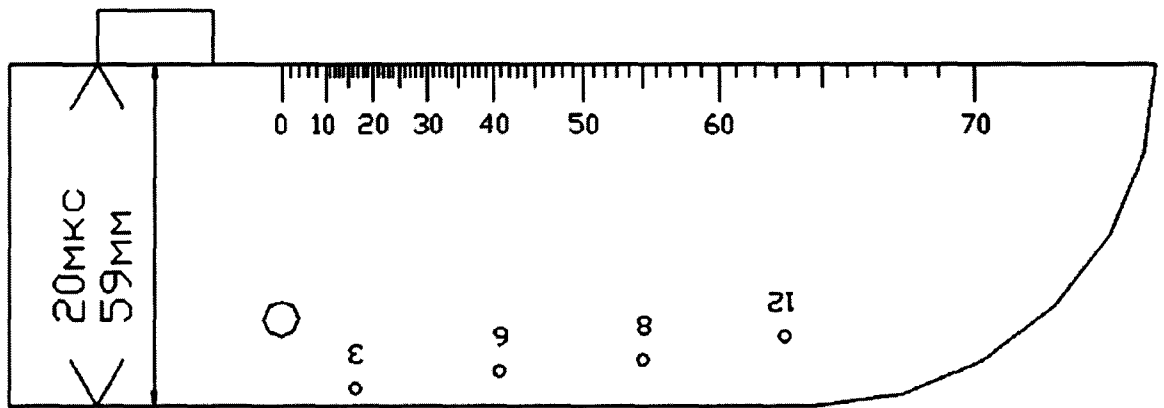

Рисунок 16 Положение РС ПЭП П112-2,5 на мере
8.11.4 Расположить ПЭП на смоченной контактной жидкостью поверхности меры №3Р из комплекта ККО-3 таким образом, чтобы прозвучивался бездефектный участок меры (рисунок 16). Вращая ручку левого энкодера, установить вершину первого донного эхо-сигнала на половину высоты экрана. Вращая ручку правого энкодера, установить курсор в информационное окно меню со значением $2T_{\text{п}}$, нажатием на ручку энкодера активизировать информационное окно меню со значением $2T_{\text{п}}$ и занести значение $2T_{\text{п}}$ в выделенные для него знакоместа окна. Ввод осуществляется вращением ручки энкодера на правой стороне электронного блока до тех пор, пока показания глубины залегания Н отражателя, индицируемые на экране дефектоскопа, не станут равными значению высоты образца, указанному в паспорте на меру №3Р из комплекта ККО-3.